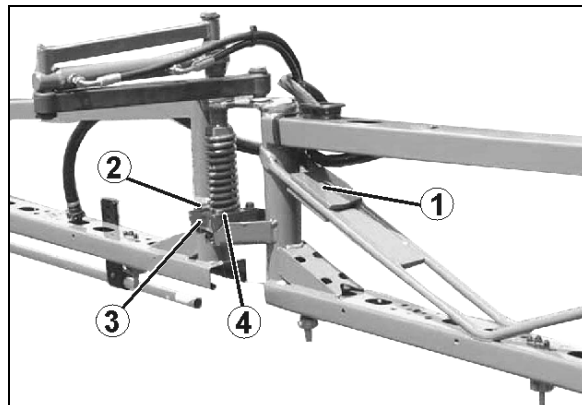

Рис. 170
1. Отвинтите контргайку регулировочных винтов (Рис. 170/1).